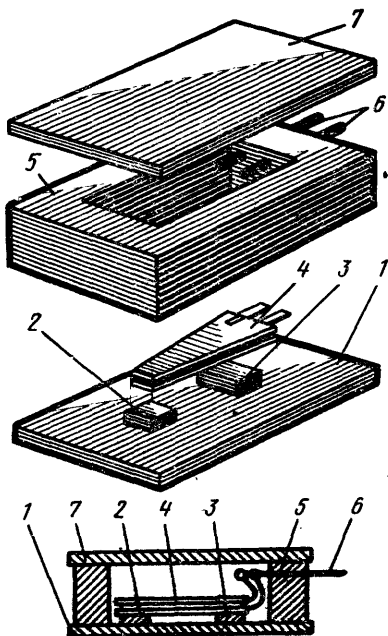

Рис. 52. Самодельный звукосниматель из пьезоэлемента:
Основная деталь звукоснимателя — пьезоэлемент 4 (рис. 52), который вы сможете приобрести в радиомагазине. Пьезоэлемент очень хрупок, поэтому обращаться с ним надо с большой осторожностью. Сборку звукоснимателя производите так. Из тонкого (1 — 1,5 мм) гетинакса или текстолита вырежьте нижнюю планку 1 и приклейте к ней клеем «БФ-2» две стоечки. Одну из них (3) изготовьте из твердого материала, например из текстолита, другую (2) — из мягкой резины или пенопласта. К стоечкам приклейте пьезоэлемент.